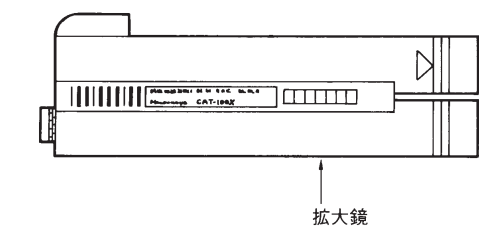

図1
(2)図1のねじをプラスドライバで取り外してください。
- (1)拡大鏡（CAT-100X）、拡大鏡アダプタ（180-FC）を準備してください。（図1）